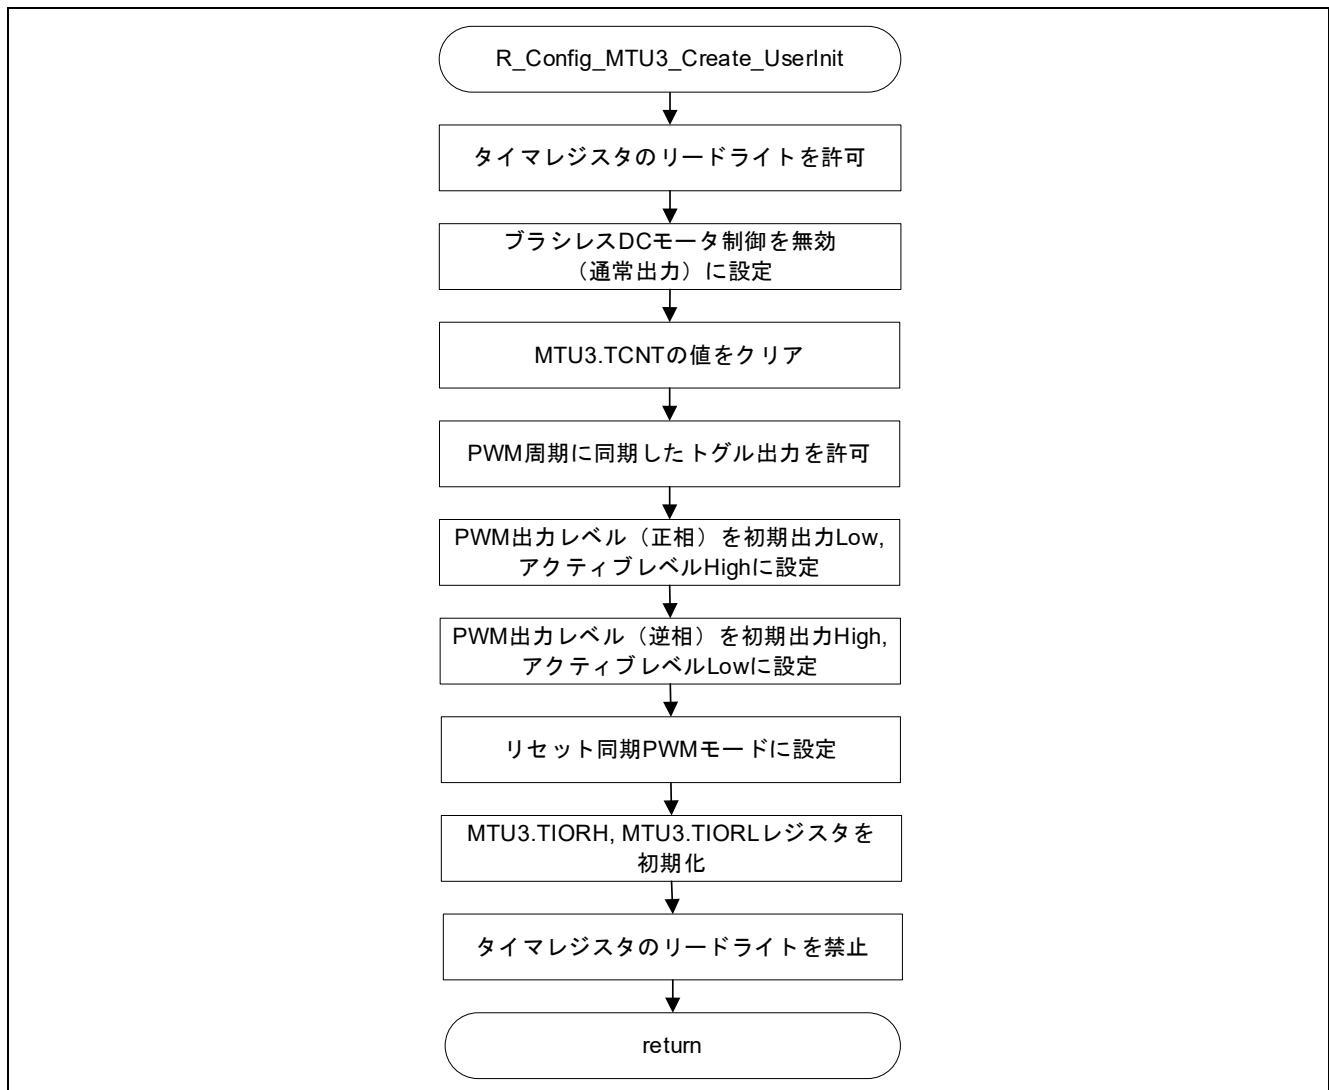
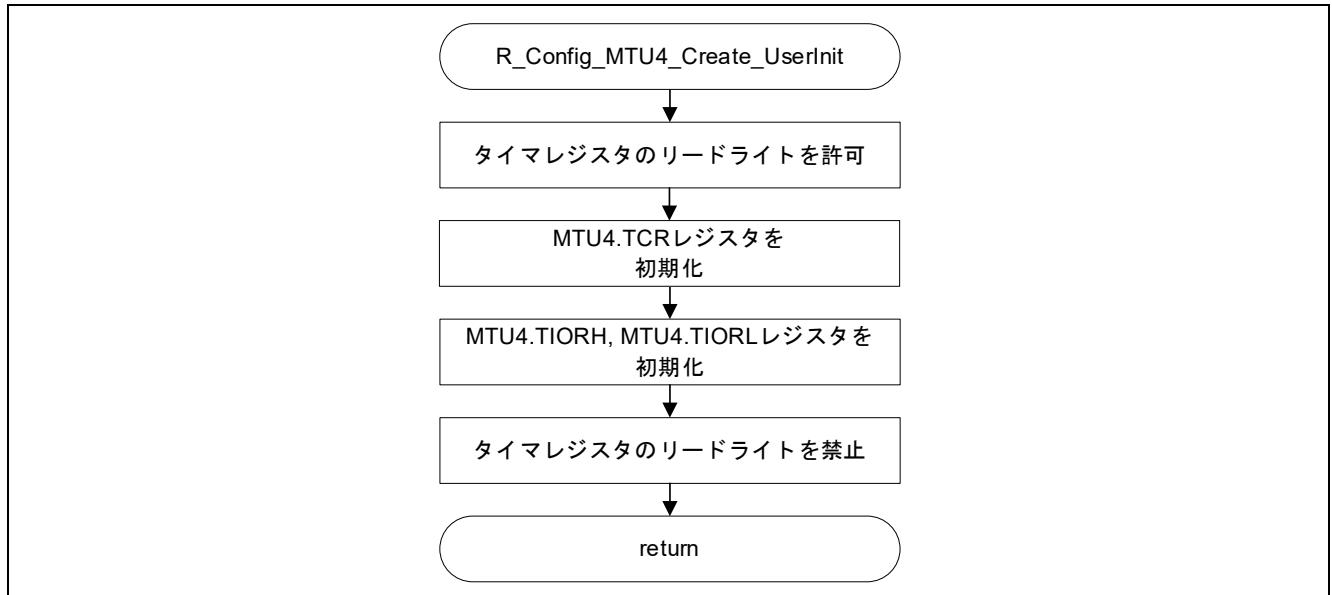

図 3-50 MTU3 ユーザ初期化関数
図 3-51 MTU4 ユーザ初期化関数
R_Config_MTU3_Create_UserInit にてリセット同期 PWM モードを設定します。レジスタ設定の詳細は図 3-50 を参照してください。
- 注 1. ノーマルモードタイマのコンポーネントを使用し、生成したコードは TIOR レジスタ設定が出力されます。リセット同期 PWM モードの PWM 出力レベルは TIOR レジスタではなく、TOCR1A レジスタで設定します。そのため、ユーザ初期化関数 R_Config_MTU3_Create_UserInit, R_Config_MTU4_Create_UserInit にて不要な TIOR レジスタの初期化と TOCR1A レジスタの設定を行います。R_Config_MTU3_Create_UserInit 関数の処理については図 3-50 を、R_Config_MTU4_Create_UserInit 関数の処理については図 3-51 を参照してください。
- 注 2. 本設定により、生成されたコードは MTU4 のプリスケーラ選択ビット (TCR.TPSC) 設定が出力されます。リセット同期 PWM モードのカウンタクロックは MTU3 の設定が有効となり MTU4 の設定は不要です。そのため、ユーザ初期化関数 R_Config_MTU4_Create_UserInit にて不要な TCR レジスタの初期化を行います。R_Config_MTU4_Create_UserInit 関数の処理については図 3-51 を参照してください。
本サンプルコードのように、ノーマルモードタイマのコンポーネントを使用し生成したコードについて、MTU3 ユーザ初期化関数 R_Config_MTU3_Create_UserInit にてタイマモード設定をリセット同期 PWM モードに変更する必要があります。R_Config_MTU3_Create_UserInit 関数の処理については、図 3-50 を参照してください。